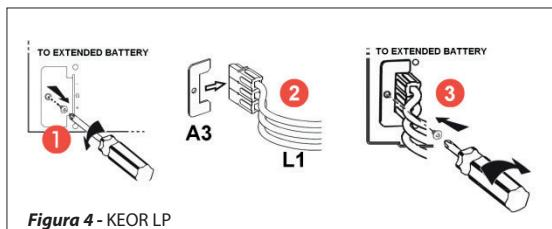

Figura 4 - KEOR LP
5. Conecte el cargador de batería a las baterías mediante el cable CC L1 o L2 (**figura 4,5**).